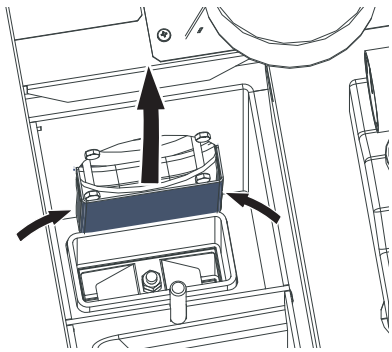
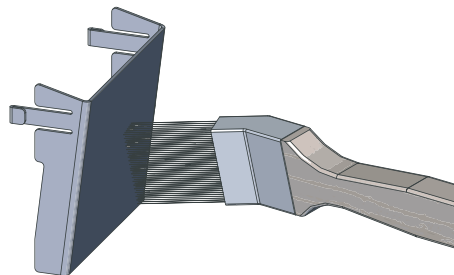

Fig. 64 Umlenblech herausnehmen (nur bei Pelletskessel mit elektrostatischem Staubabscheider)
Fig. 65 Umlenblech reinigen (nur bei Pelletskessel mit elektrostatischem Staubabscheider)
- ▶ Umlenblech seitlich leicht zusammendrücken (Fig. 64), herausnehmen und mit Pinsel reinigen – Fig. 65 (nur bei Pelletskessel mit elektrostatischem Staubabscheider).